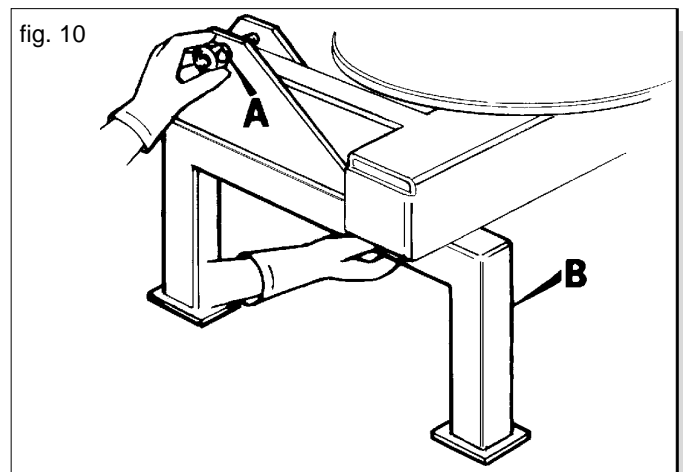
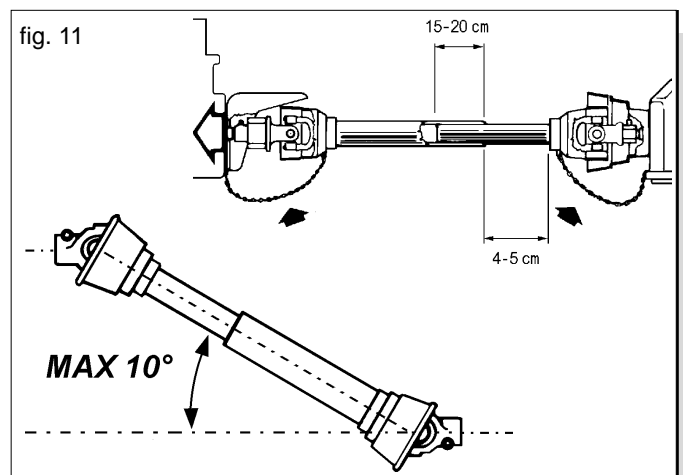

fig. 10
fig. 11
- 5) Alzare lo spandiconcime da terra usando i bracci di sollevamento della trattrice. Sganciare i due piedini d'appoggio B svitando gli appositi volantini di bloccaggio A (Fig10). Quando l'albero cardanico è in posizione di massima estensione, i due tubi devono sovrapporsi per almeno 15-20 cm. Quando esso è chiuso completamente, il gioco minimo deve essere di 4-5 cm per evitare che la parte interna urti quella esterna (fig.11). L'angolazione con cui lavora l'albero cardanico deve essere la minima possibile, preferibilmente non deve superare i 10° (fig.11). Questo favorisce la durata non solo del cardano, ma anche degli organi di trasmissione dello spandiconcime.